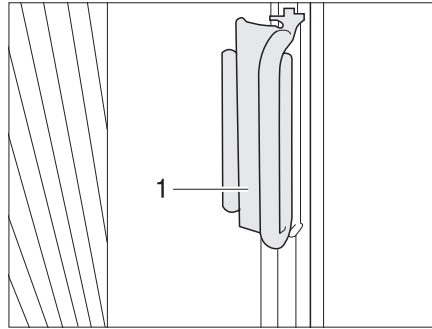

Fig. 81 Dispositifs occultants plissés pour les fenêtres côté conducteur et passager
- Saisir les dispositifs occultants plissés par la poignée (Fig. 81,1) et les tirer prudemment vers l'avant pour les fermer, jusqu'à ce que la fermeture magnétique maintienne fermé le dispositif occultant plissé.
- Faire glisser la poignée (Fig. 81,2) sur le module rapporté. Le dispositif occultant plissé est bloqué.